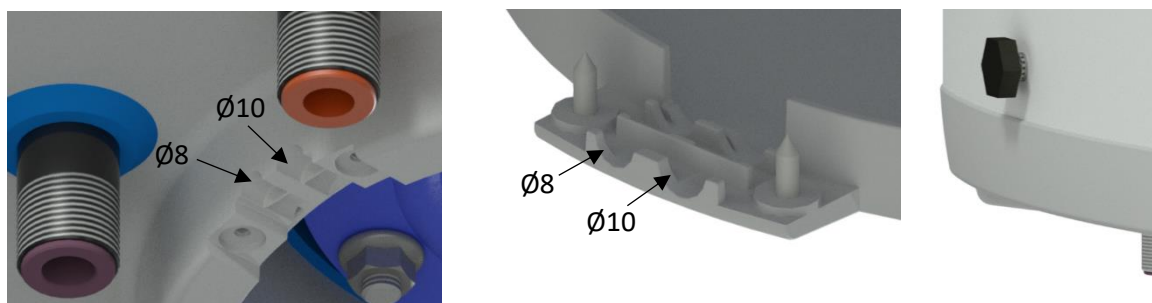
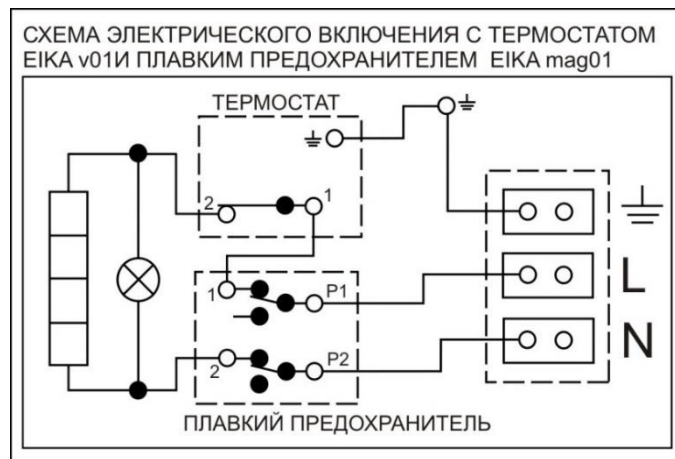

Рисунок 8
Рисунок 9
Подключение выполните согласно схеме. Подключение, выполненное на заводе, запрещено менять! (Рисунок 9). В крышке электропроводки снимите перегородку, соответствующую диаметру подводящего провода  $\phi 8$  или  $\phi 10$  (Рисунок 8). Степень защиты электрических компонентов водонагревателя - IP 44. Потребляемая мощность электрического нагревательного элемента - 2200 Вт.
- Схема эл. подключения прилагается к водонагревателю на крышке электропроводки (Рисунок 9).